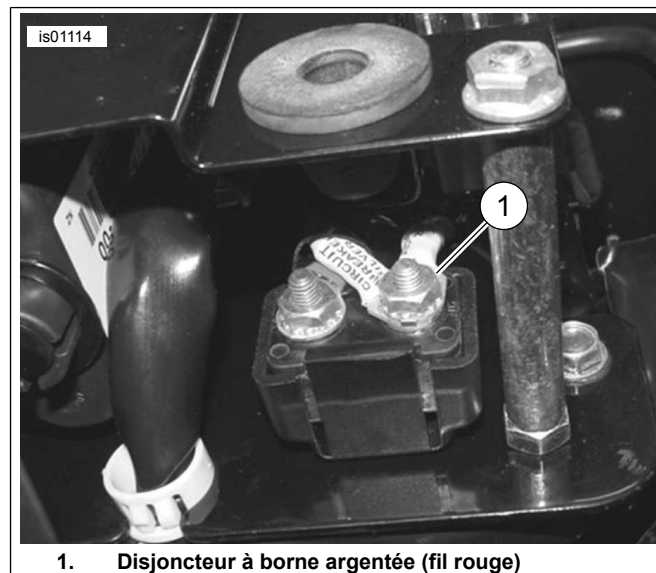

Figure 16. Connecteurs Dyna (modèles 2003 et antérieurs), vue de dessous avec le cache gauche enlevé
1. Consultez Figure 16 . Acheminez le fil rouge du faisceau de la poignée chauffante par le haut du cadre, sous la selle et vers le disjoncteur situé à l'intérieur du couvercle électrique latéral.